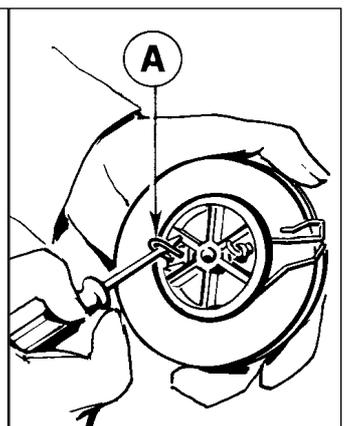

Abb. 23
- Zum Wiederanbringen des Zugseils entfernen Sie die Seilklammer **A** (nicht wiederverwenden) (Abb. 23).